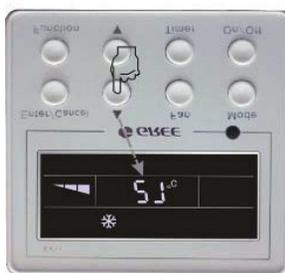

Рис. 5.6
5.2.3 Кнопками ▲ и ▼ устанавливается необходимая температура в режимах охлаждения (COOL), нагрева (HEAT) и осушения (DRY) в диапазоне от 16 до 30 °C (Рис. 5.6).